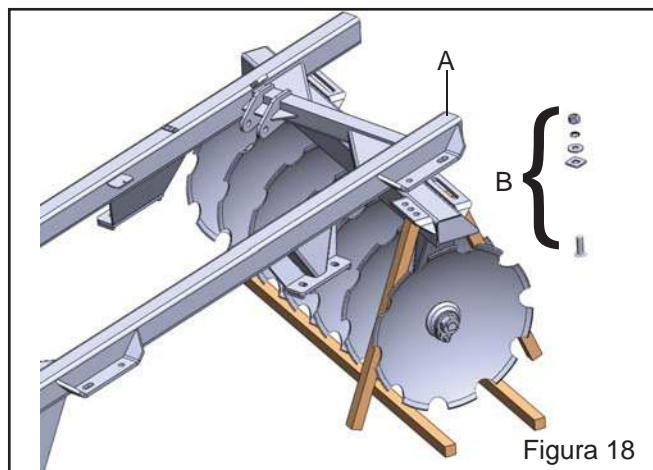

Figura 18
- Posicione os chassis porta discos ao solo, calce os discos nas duas extremidades e apóie os chassis conforme figura 18. Pode-se utilizar dois cavaletes nas extremidades do chassi porta discos.
- Fixe os parafusos que prendem os chassis porta discos dianteiro e traseiro no quadro "A", através dos parafusos "B", arruela quadrada, arruelas lisas e de pressão e porca (Figura 18).